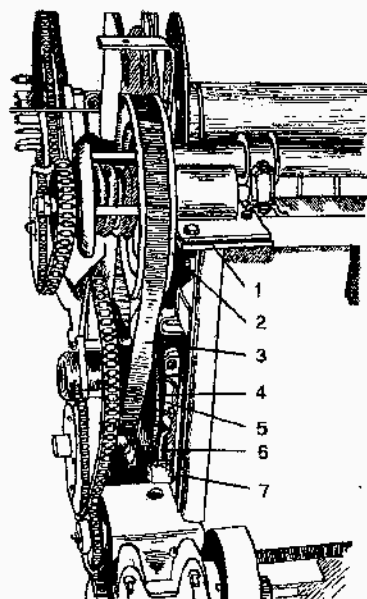

Рис. 7. Вариатор мотовила:
- бесступенчатое изменение частоты вращения мотовила с помощью вариатора (рис. 7);
Состоит из ведущего шкива 4 (рис. 7) и ведомого шкива 2, соединенных клиновым ремнем 3. Изменение скорости вращения производится путем осевого перемещения подвижных дисков под действием гидроцилиндра 5. Натяжение ремня регулируется натяжным винтом 6 и перемещением пластины 1. Для обеспечения надежной работы необходимо, чтобы шкивы находились в одной плоскости. Положение шкивов регулируется шайбами 7.